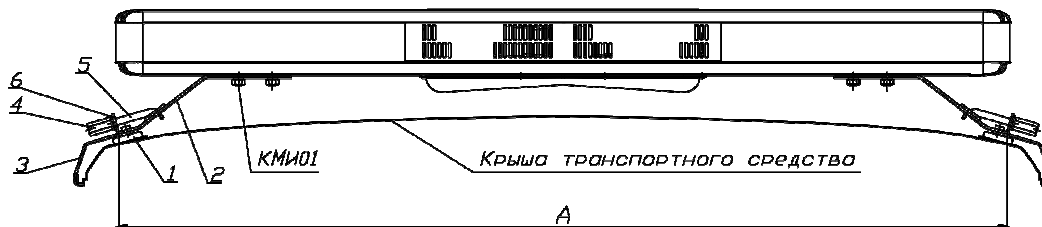

Рисунок 1.1
Перед монтажом САБ (СБ) необходимо произвести предварительную установку на автомобиль зацепов (3) (рисунок 1.1). Убедиться, что зацеп не препятствует закрытию двери автомобиля. Замерить расстояние А между зацепами.